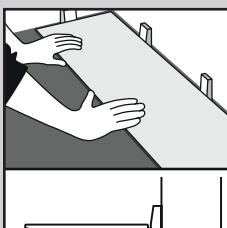

Abb. 1
1. Berechnen Sie ausgehend von einer vollständigen Diel/Fliese entlang der Wand, wie viele Reihen in den Raum passen. Wenn dies bedeutet, dass entlang der gegenüberliegenden Wand nur eine schmale Reihe Dielen/Fiesen passen würde, schneiden Sie die erste Reihe entsprechend zu. Verlegen Sie dieses Produkt so, dass die Federseite/Schnittkante zur Wand zeigt. Verwenden Sie 5-mm-Abstandsklötzchen zwischen Diel/Fiese und Wand (Abb. 1).